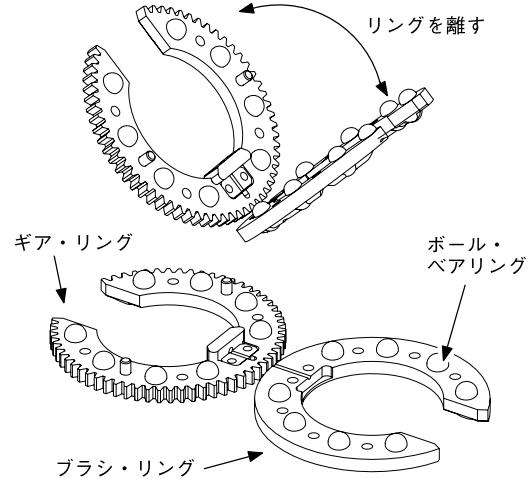

図 36：ギア・リングをブラシ・リングから取り外す
3. ギア・リングをブラシ・リングから完全に離します（図 36 参照）。ギア・リングを作業台上の上に平らに置きます。